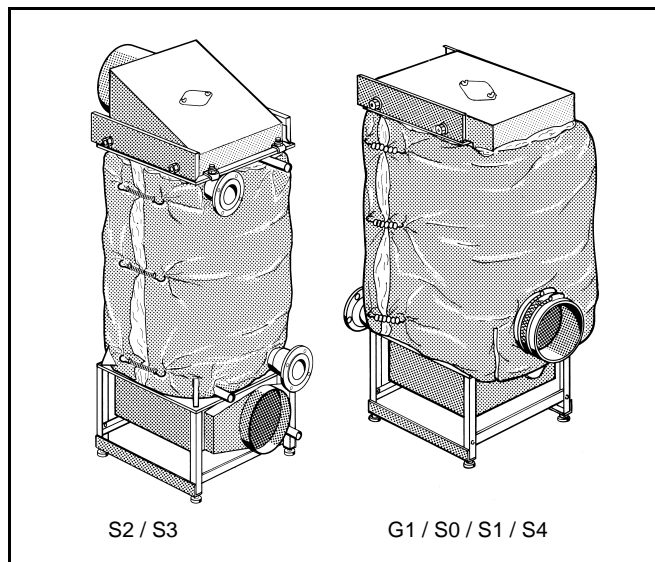

Fig. 9
- Appendere il materassino isolante con gli intagli negli attacchi di mandata e ritorno ed avvolgerlo attorno al corpo dello scambiatore di calore (fig. 9).
- Fissare il materassino isolante, con bordi sovrapposti mediante 3 molle di tensione (fig. 9).